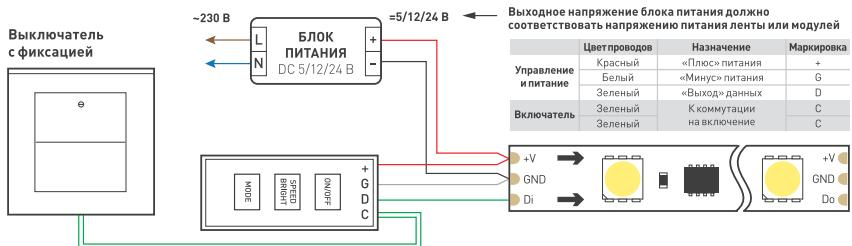

Рис. 1. Подключение одной SPI-ленты с током потребления менее 2 А
- 3.2. Выберите схему подключения контроллера [см. рис. 1, 2] в зависимости от условий использования и количества подключаемых лент.